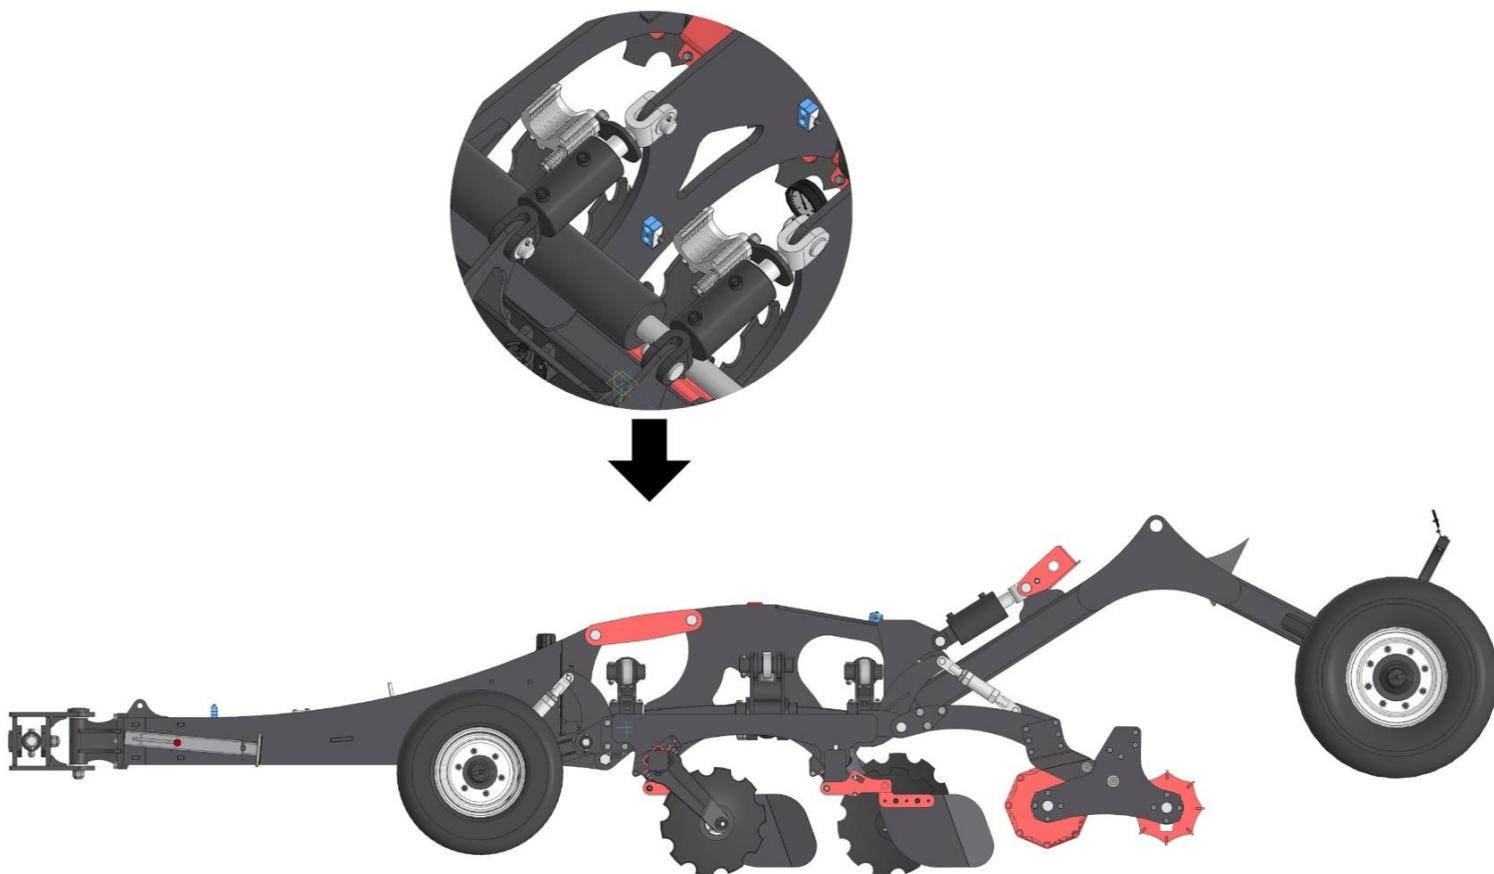
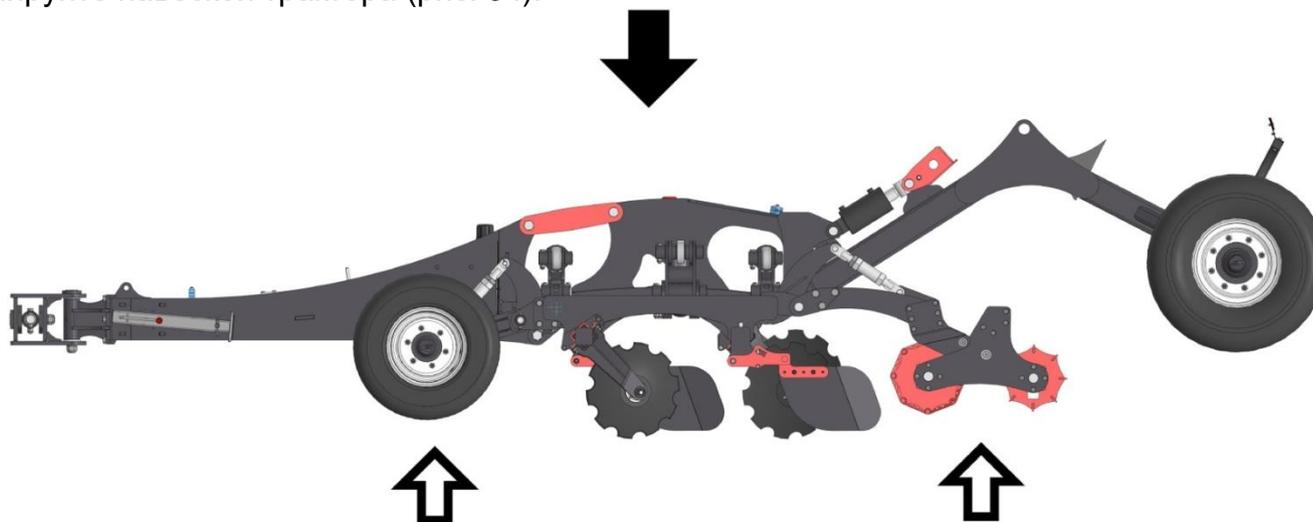

Рисунок 26 – Перевод в транспортное положение
Рисунок 34 – Поднятие прикатывающих катков и опорных колес (настройка глубины обработки почвы)
5) В комплектации бороны с **прицепной серьгой** (рис. 3) вместо распорок устанавливаются гидроцилиндры 100x50-100-413, которые соединяют прицепное устройство с центральной секцией рамы. При переводе в транспортное положение, штоки гидроцилиндров должны быть максимально выдвинуты (рис. 26). Для разгрузки штоков гидроцилиндров следует опустить все клипсы.
7) Отрегулируйте глубину обработки почвы с помощью талрепов на опорных колесах и прикатывающих катках (**см. пункт 10.3.1**). Если борона оборудована прицепным устройством с литой серьгой, установите необходимое количество проставок на штоки гидроцилиндров прицепного устройства (рис. 26). Если борона оборудована прицепным брусом **Cat. 4**, то параллельность рамы относительно поверхности почвы отрегулируйте навеской трактора (рис. 34).